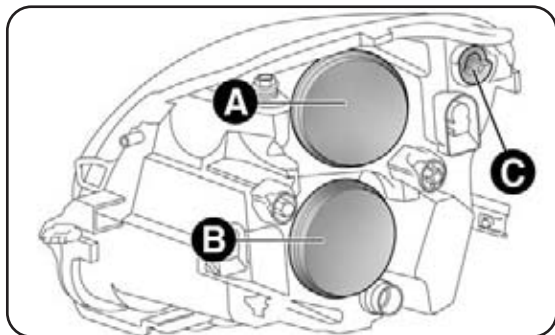

fig. 22
GRUPPI OTTICI ANTERIORI fig. 22
- toglì il coperchio A-fig. 22;
- rimonta il coperchio A-fig. 22.
- toglì il coperchio B-fig. 22;
- rimonta il coperchio B-fig. 22.